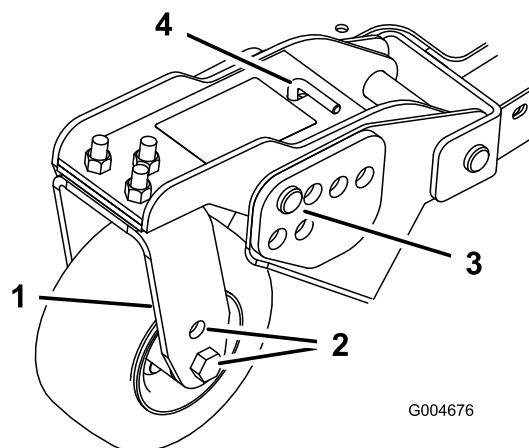
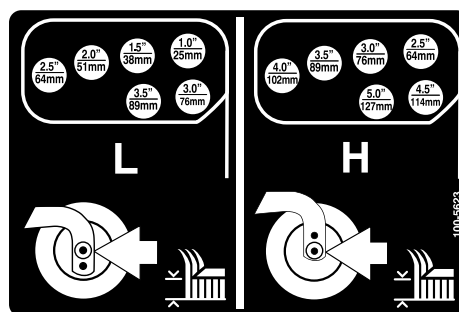

Figura 23
Figura 24
1. Coloque os eixos da roda giratória nos mesmos orifícios em todas as forquilhas da roda giratória (Figura 21 e Figura 23).
6. Retire o contrapino tipo grampo e os pinos de segurança dos braços articulados da roda giratória (**Figura 23**).
7. Rode a barra tensora para levantar ou descer o braço articulado, até os orifícios se encontrarem alinhados com os orifícios da altura de corte desejados, na estrutura da plataforma do cortador (**Figura 23** e **Figura 24**).